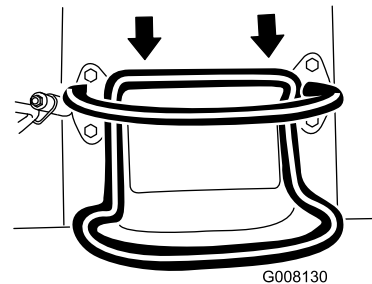

Figura 8
- Per spostarvi in retromarcia, tirate indietro il comando della trazione (Figura 8). Quando vi spostate in retromarcia, controllate che dietro non vi siano ostacoli e tenete le mani sulla barra di riferimento.